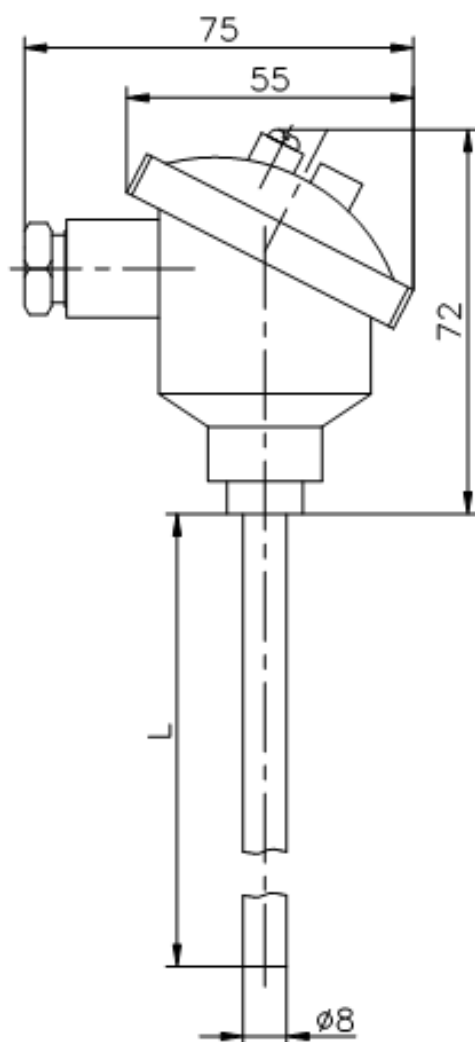

Рис. 1. Внешний вид ТС моделей ПРОМА-ТС-101-ZZ-L-Г-Т.
1.2.3. Внешний вид и габаритные размеры ТС приведены на рис. 1...3.